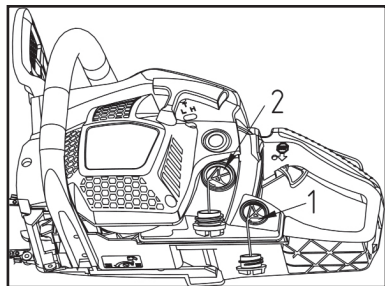

Рис. 6
- Откройте крышку топливного бака. (Рис. 6 поз. 2).